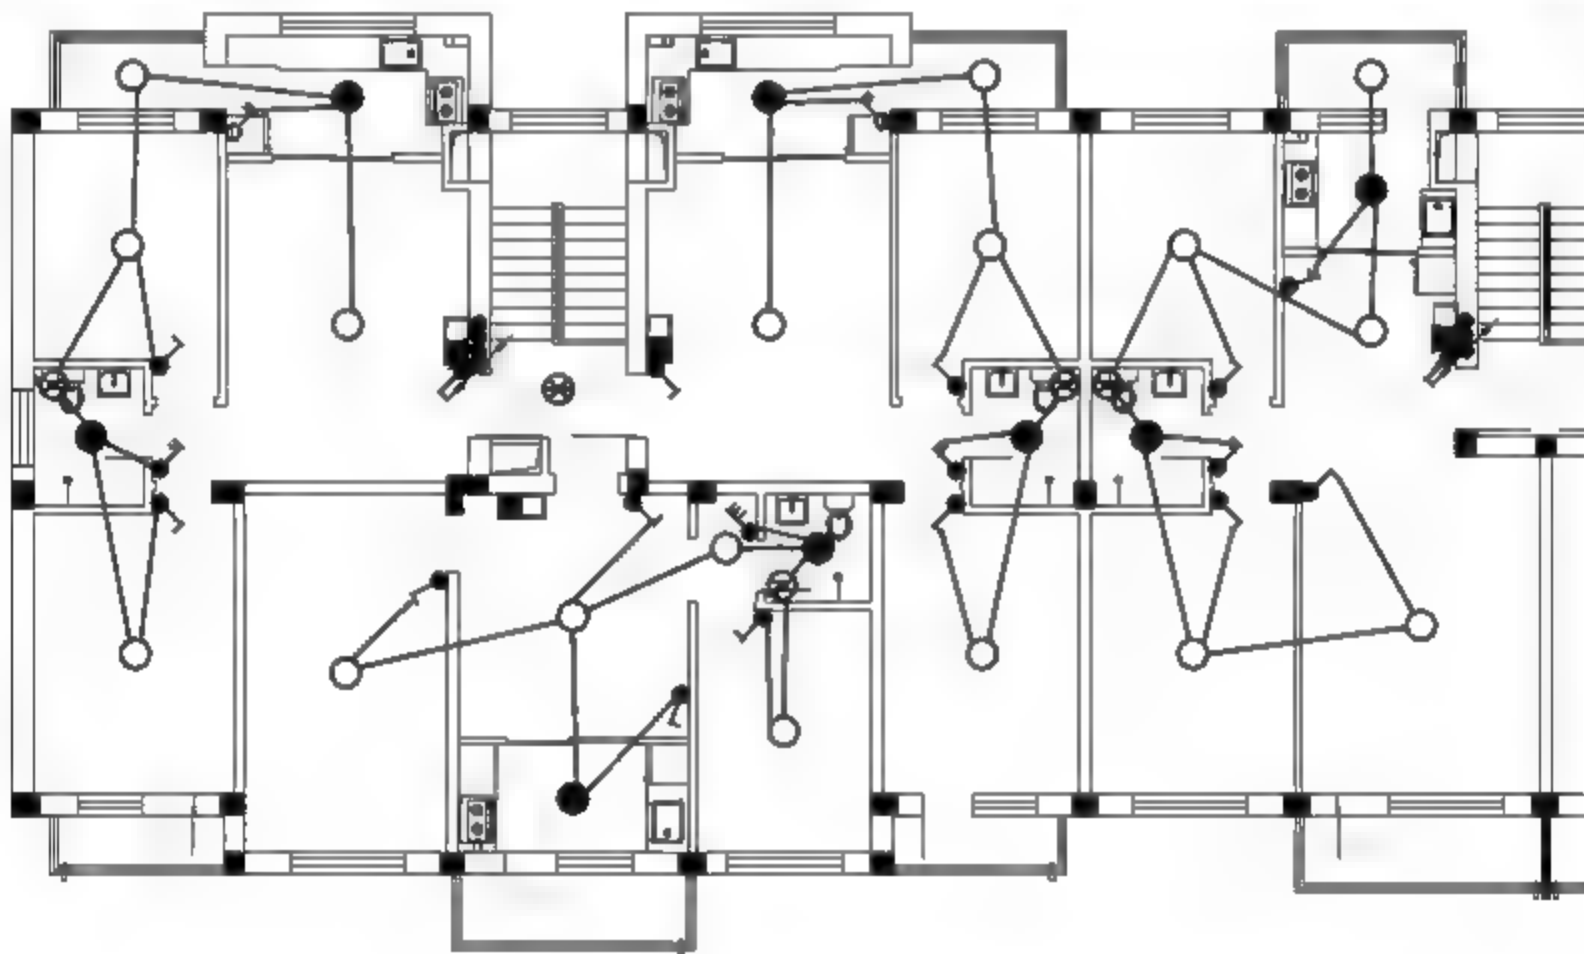

图12-9 绘制结果
**07** 按Enter键，重复调用PL【多段线】命令，绘制开关与灯具之间的连接线路，如图12-9所示。